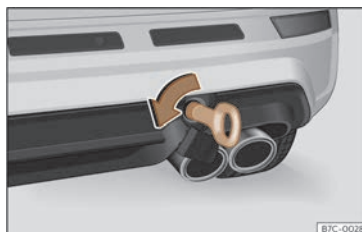

Fig. 192 En el lado derecho del paragolpes trasero: argolla de remolque enroscada.
- Enrosque la argolla de remolque en el alojamiento girándola al máximo **en el sentido contrario al de las agujas del reloj** >>> **fig. 192** , >>> ①. Utilice un objeto adecuado con el que pueda enroscar completa y firmemente la argolla de remolque en su alojamiento.